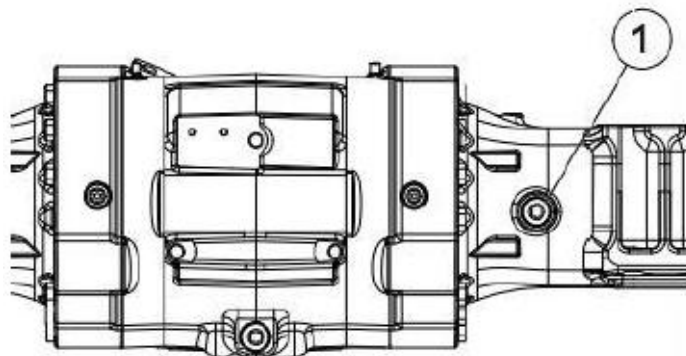

Рисунок 5.42 Отверстие для заливки масла
- ▶ Установите пробку 1 и затяните её см. рис.5.42.